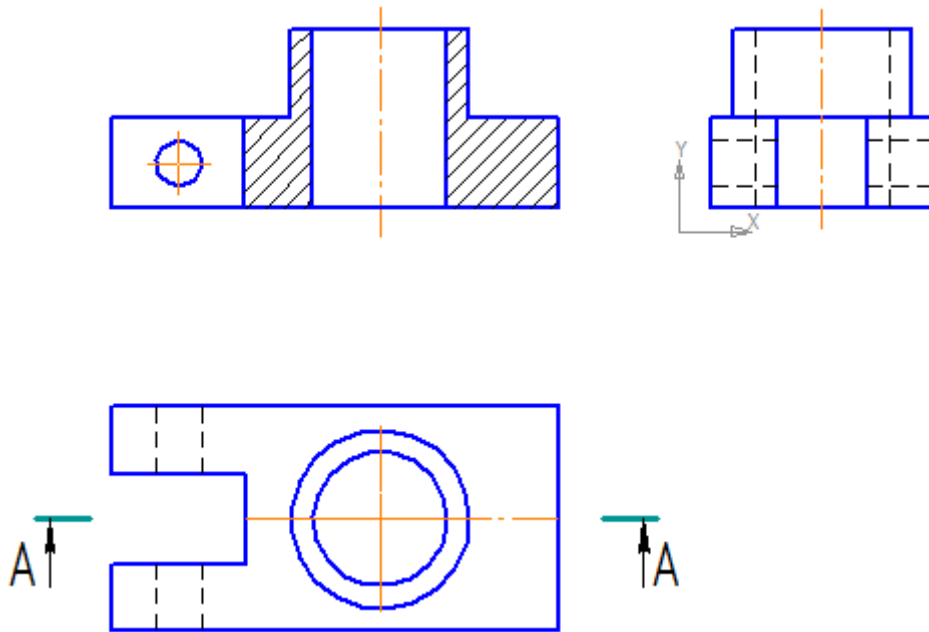

Рис. 17
- если области штриховки заданы правильно, щелчком ЛКМ по кнопке  – Создать объект на панели **Специального** управления создайте штриховку (рис. 17).